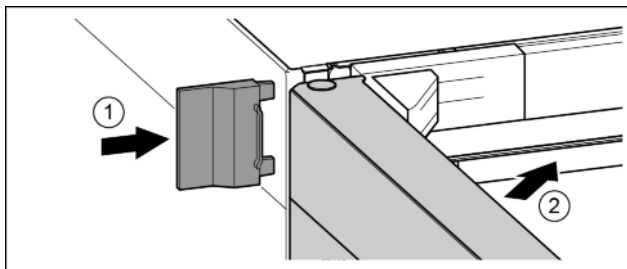

Fig. 19
- ▶ Надвинуть внешнюю крышку. Fig. 19 (1)
- ▶ Закрыть верхнюю дверь. Fig. 19 (2)